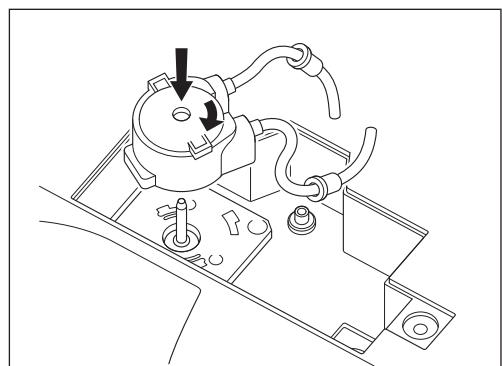

Fig. 54
- 7) Alinee el nuevo conjunto de bomba de irrigación (opcional) con el eje del motor. Gire en el sentido de las agujas del reloj hasta que haga clic (Fig. 54).